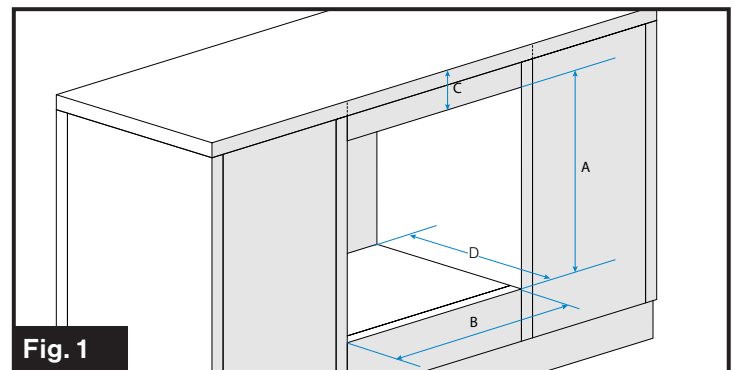

Fig. 1
**REMARQUES :** Lorsque vous utilisez cet appareil avec une table de cuisson à gaz Furrion ou une table de cuisson électrique, veuillez vous assurer que la découpe de l'armoire est disposée par rapport au dégagement minimal entre celle-ci et tout matériau combustible (dégagement minimum par rapport à tout matériau combustible : 2 pouces par rapport aux côtés et 30 pouces par rapport à la partie supérieure en cas d'installation d'une table de cuisson). Lors de la planification de l'emplacement de l'appareil, envisagez l'utilisation de rideaux ou d'autres matériaux combustibles installés autour du four. Distance minimale du sol à la partie inférieure de la découpe formant une ouverture : 9¼ po (235 mm). (Voir les dimensions E dans la Fig. 1)
### Four sans table de cuisson (Fig. 1)